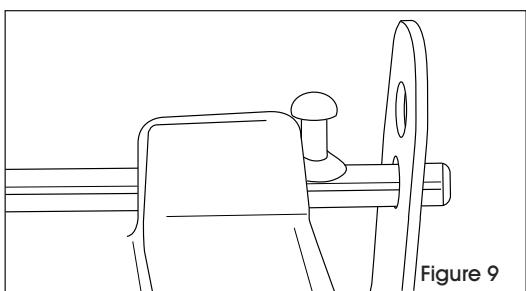

Figure 9
13. Lorsque la goupille se dégage du support, poussez la goupille vers le bas et alignez la barre de charnière dans le trou du support. Faites glisser la barre de charnière dans le trou inférieur du support. (Voir Figure 9)